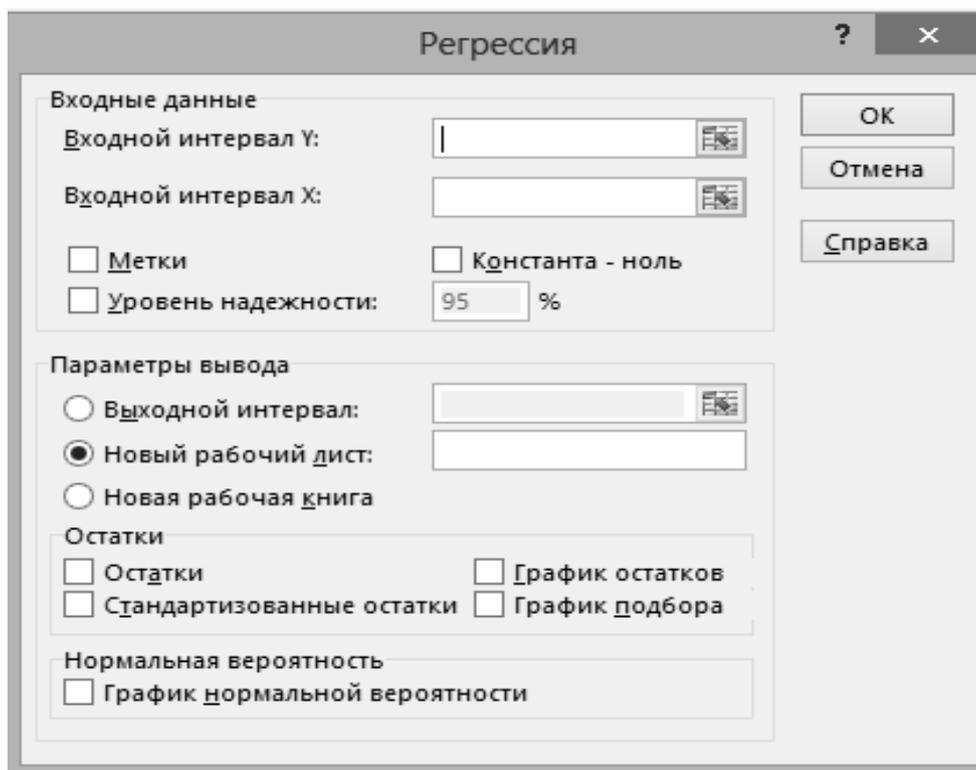

Рисунок 6.2 – Вид окна «Регрессия»
2) с использованием Пакета анализа данных (рисунок 6.2).